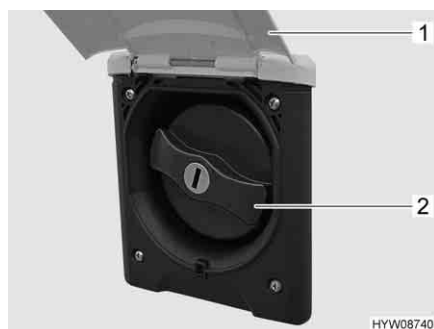

Fig. 128 Coperchio per bocchettone di riempimento dell'acqua potabile
- Sollevare lo sportello esterno (Fig. 128,1).
- Ruotare il coperchio blu (Fig. 128,2) di un quarto di giro.